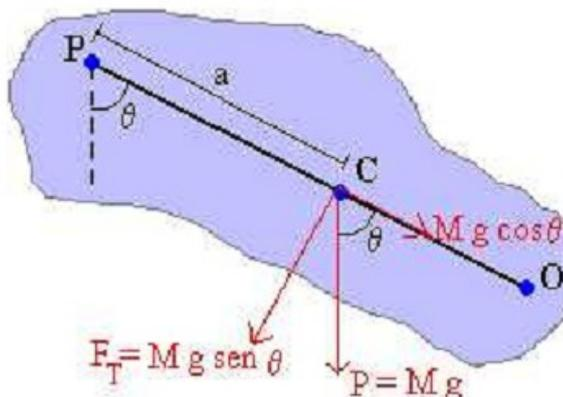

Figura 1: Pêndulo físico.
Um corpo rígido que pode girar livremente em torno de um eixo horizontal que não passa pelo seu centro de massa irá oscilar quando deslocado de sua posição de equilíbrio, conforme mostra a Figura 1. Esse sistema é chamado de *pêndulo físico*.¹
3. Use o carrinho do anel para pendurar a massa de 200 g em duas cordas. Ate as cordas a uma haste horizontal aproximadamente 10 cm distante, segundo as indicações de figura 1. Este arranjo deixará o balanço firme ao longo somente de uma linha, e impedirá que a massa golpeie o foto-sensor. O comprimento do pêndulo está a uma distância do ponto na haste incompletamente entre as cordas ao centro da massa. O comprimento do pêndulo deve ser pelo menos 1 m.